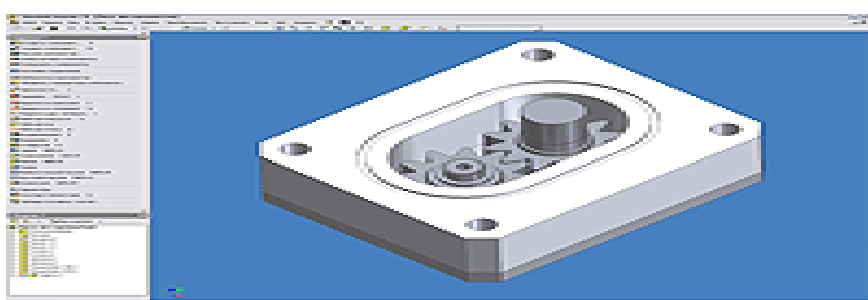

Рисунок 8
8. Нажав кнопку «Возврат» переходим в режим работы со сборками и получаем окончательный вид нашего изделия (см. Рисунок 8).